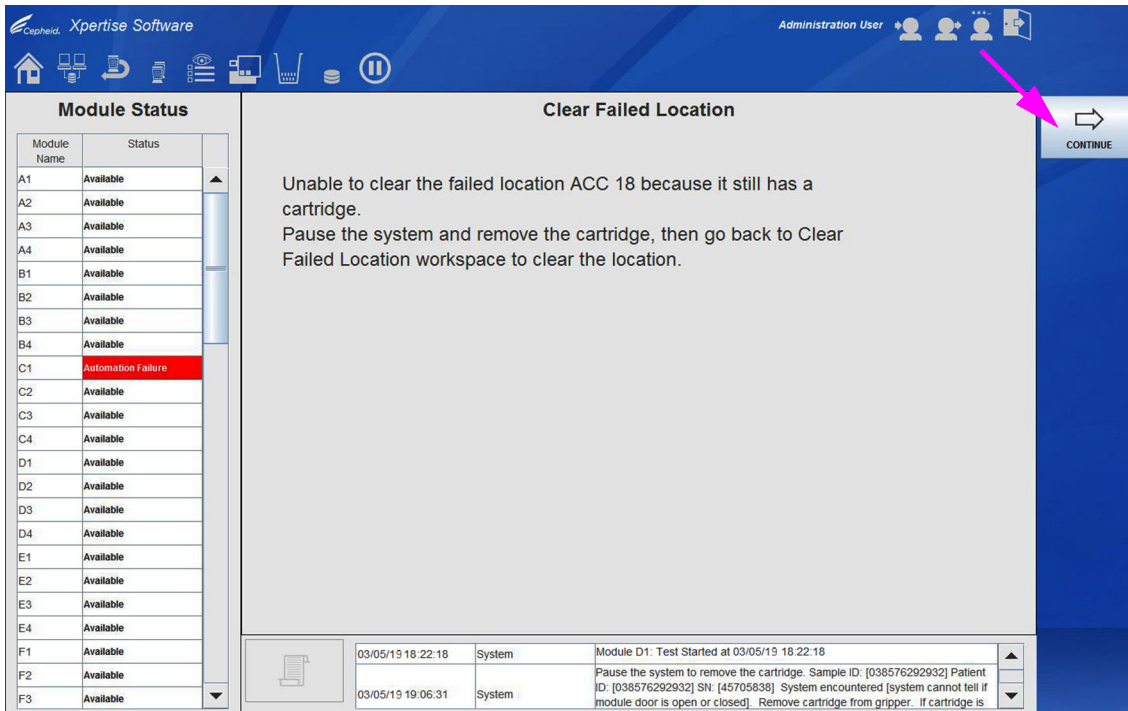
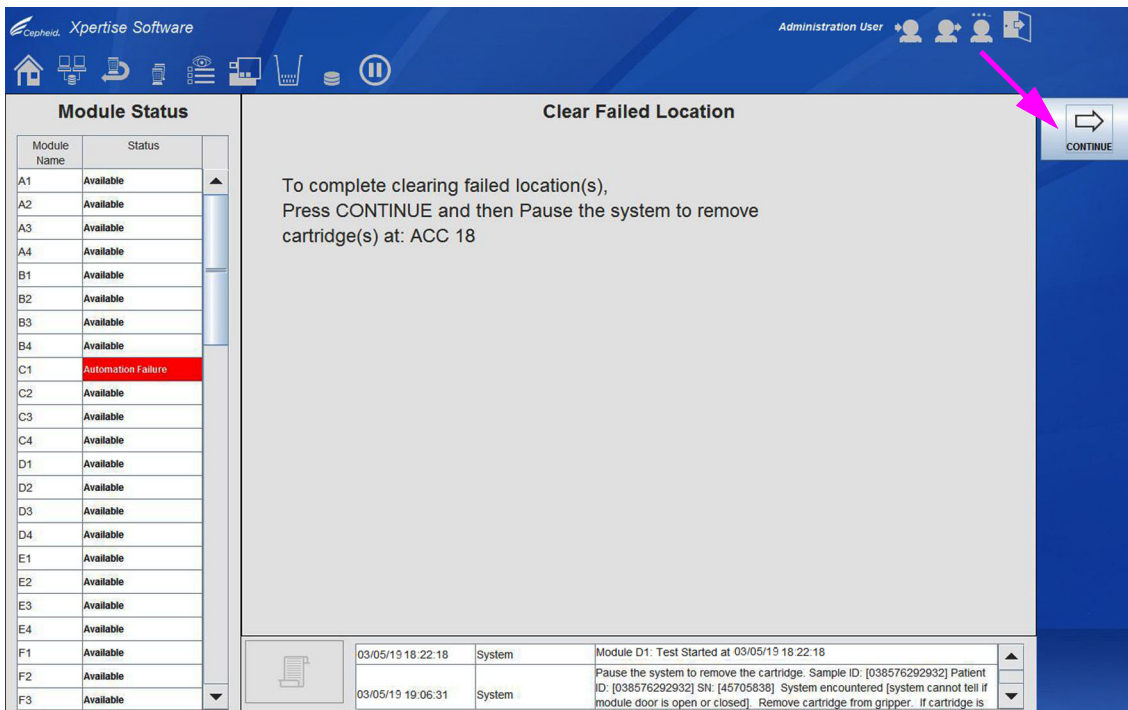

Figura 9-91. Área de trabalho Clear Failed Location (Desimpedir local falhado) com instruções para entrar em pausa
Figura 9-92. Área de trabalho Clear Failed Location (Desimpedir local falhado) com instruções para continuar
Se existe um cartucho no local falhado, selecione o botão **HAS CARTRIDGE (TEM CARTUCHO)**. O sistema vai dizer-lhe que o local terá de ser desimpedido posteriormente e prossegue para o próximo local selecionado. Ver Figura 9-91.
6. Selecione o botão **CONTINUE (CONTINUAR)** (ver Figura 9-91). A área de trabalho seguinte diz-lhe para seleccionar **CONTINUE (CONTINUAR)** e, em seguida, colocar o sistema em pausa para retirar o cartucho. Ver Figura 9-92.
7. Selecione o botão **CONTINUE (CONTINUAR)** na área de trabalho Clear Failed Location (Desimpedir local falhado) mostrado na Figura 9-92.